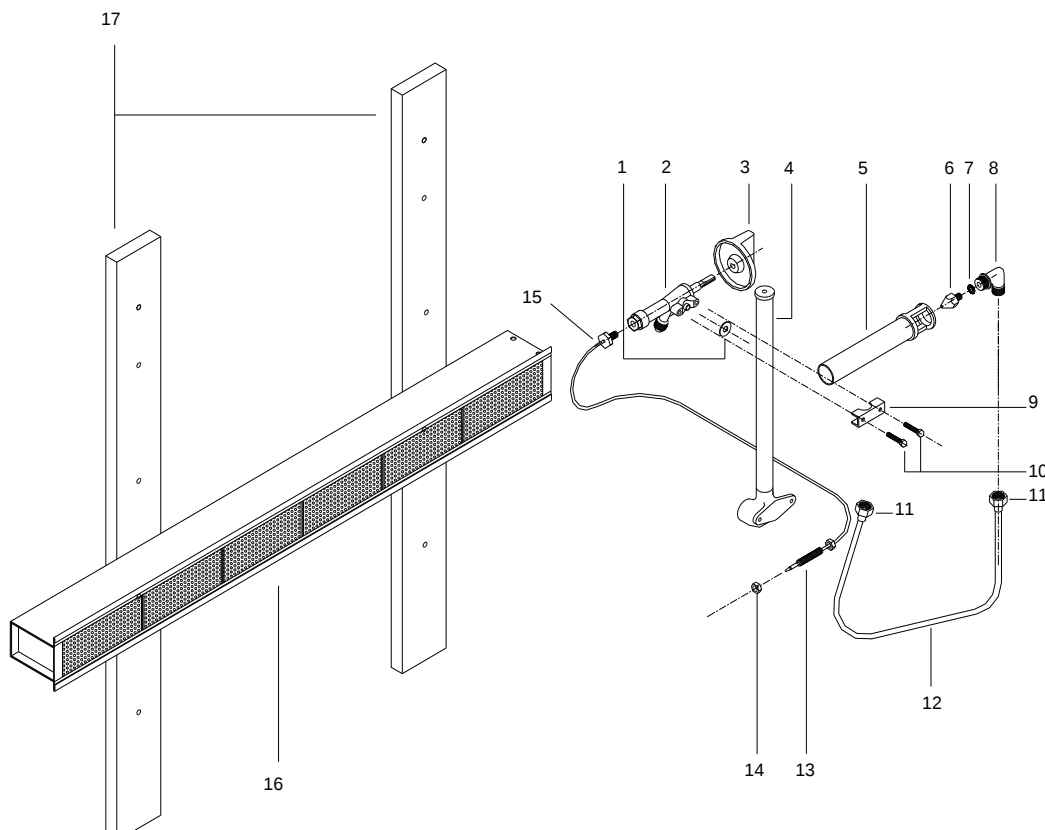

Fig.11
- Extraiga el tubo (12) y el termopar (13) (ver fig.11) correspondientes a la válvula del quemador que desea cambiar soltando par ello las tuercas (11) y (14).
- Tire hacia fuera del codo (8) para extraer el venturi del quemador, suelte en su totalidad las tuercas que fijan el quemador (16) a su soporte (17).